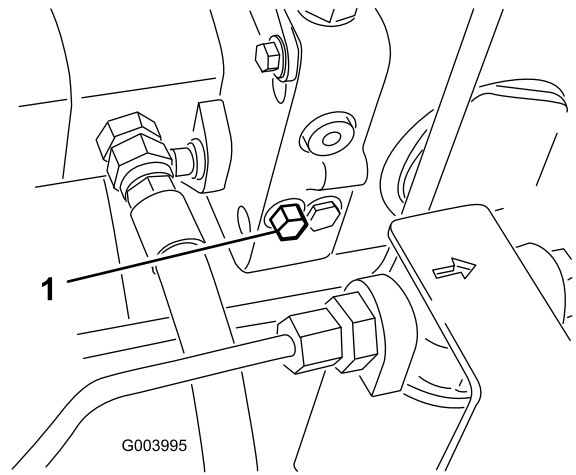

Figure 40
1. Tournez le boulon de la vanne de dérivation une fois et demie pour ouvrir la vanne et permettre la dérivation interne de l'huile (Figure 40).